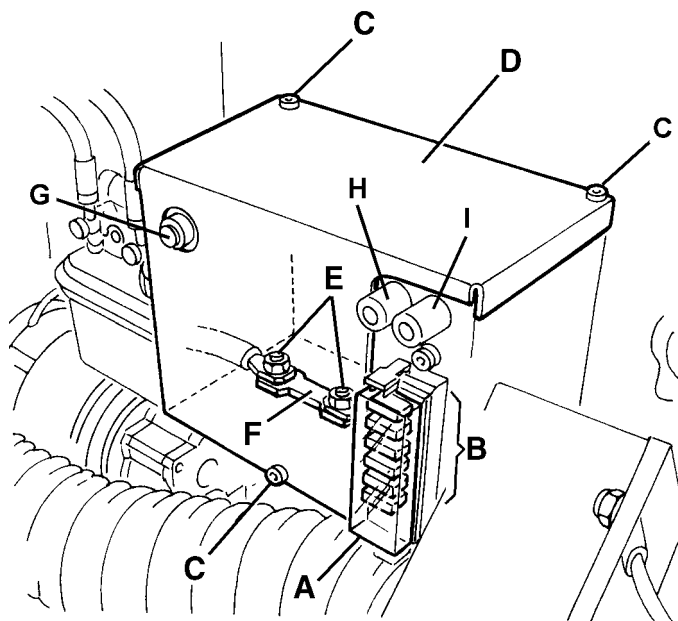

Figure 28
5. Enlever le couvercle (A, Fig. 28).
6. Contrôler / remplacer le fusible concerné parmi les suivants (B, Fig. 28) :
7. Enlever la vis (C, Fig. 28), puis enlever le couvercle (D).
8. Enlever les écrous (E, Figure 28).
9. Enlever le fusible principal F0 (150 A) (F, Fig. 28)
- Fusible F7 (H, Fig. 28) : Fusible restaurable moteur balai latéral droit
- Fusible F8 (I, Fig. 28) : Fusible restaurable moteur balai latéral gauche (optionnel)
- Fusible F9 (G, Fig. 28) : Fusible restaurable moteur balai central